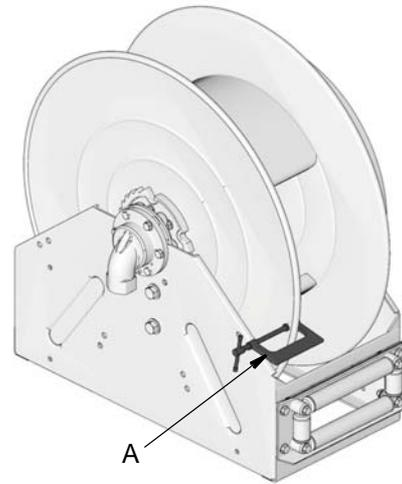

FIG. 10
13. Fije firmemente una abrazadera en C (A) en la brida del carrete como se muestra en la FIG. 10 para evitar que el carrete se destrabe accidentalmente y gire libremente.